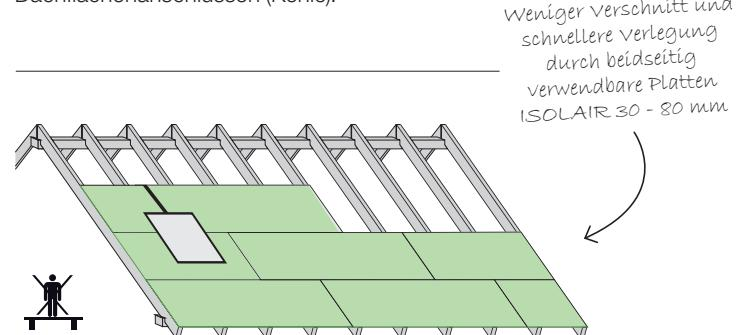

Abb.7 Verlegeprinzip (schematische Darstellung) Platten nur im Sparrenbereich begeben.
- Unterdeckung an der Traufe beginnend, rechtwinklig im Verband, mit dicht gestoßenen Fugen (ggf. mit Verklebung) verlegen. Mit dem Reststück der 1. Plattenreihe beginnt man die 2. Reihe (Abb.7).
- Vertikalstöße oberhalb Dachflächenfenster oder sonstigen Durchdringungen müssen mit PAVATEX Dichtprodukten abgeklebt werden (Abb.7). Siehe Vertikalstöße.